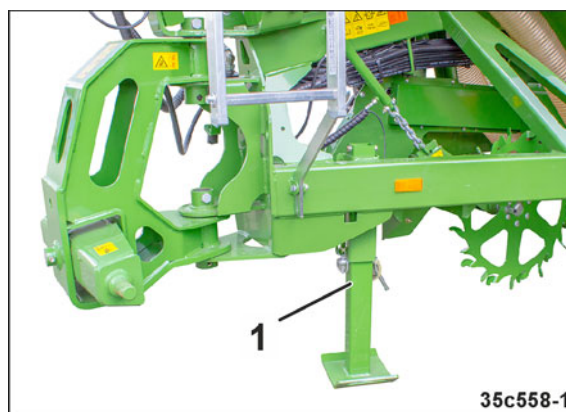

Fig. 283
Avant d'intervenir sur la machine, faites reposer la machine attelée au tracteur sur la béquille (Fig. 283/1) afin de la protéger contre un abaissement accidentel des bras inférieurs du tracteur.
1. Faites systématiquement reposer la machine attelée au tracteur sur la béquille (Fig. 283/1) pour la nettoyer.